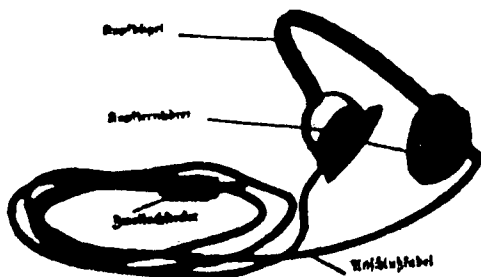

Bild 20
33. Der Doppelfernhörer (Bild 20) ist derselbe wie beim Ferngerät. Er hat einen Widerstand von 4000 Ohm.